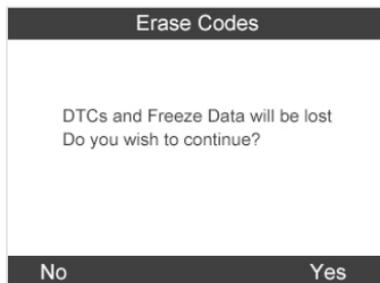

Imagen 4.28
- 2) El instrumento mostrará un mensaje de advertencia para su confirmación. Seleccione «**sí**» para continuar, y «**no**» para salir. (Imagen 4.28)